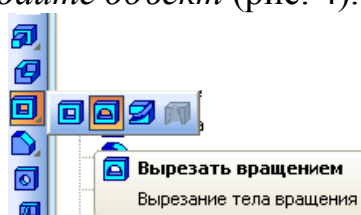
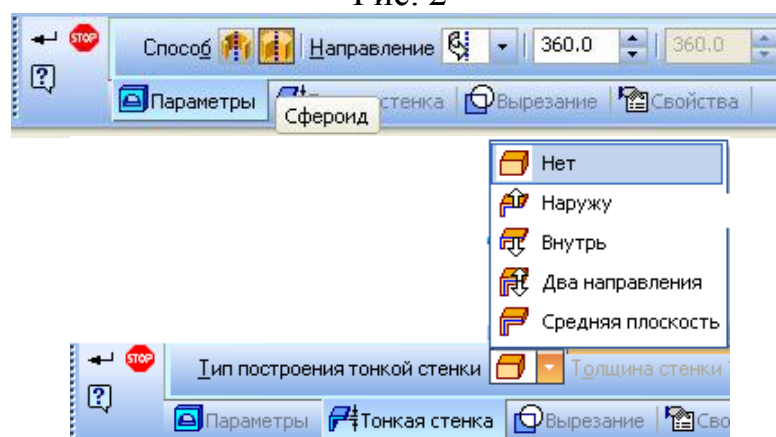
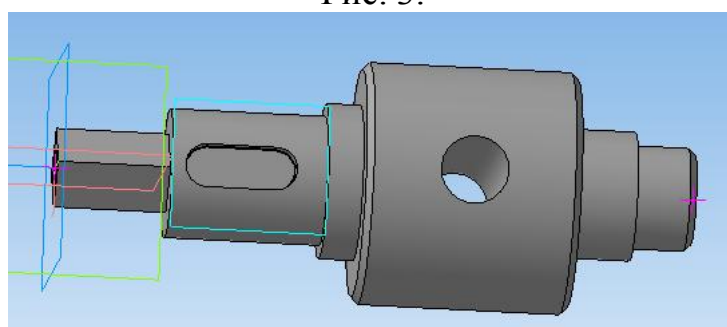

Рис. 2
Рис. 3.
Рис. 4.
5. Закройте эскиз и нажмите кнопку *Вырезать вращением* (рис. 2), в строке параметров нажмите кнопку *Сфероид* и откажитесь от создания тонкой стенки (рис. 3). *Создайте объект* (рис. 4).
Рис. 2 а